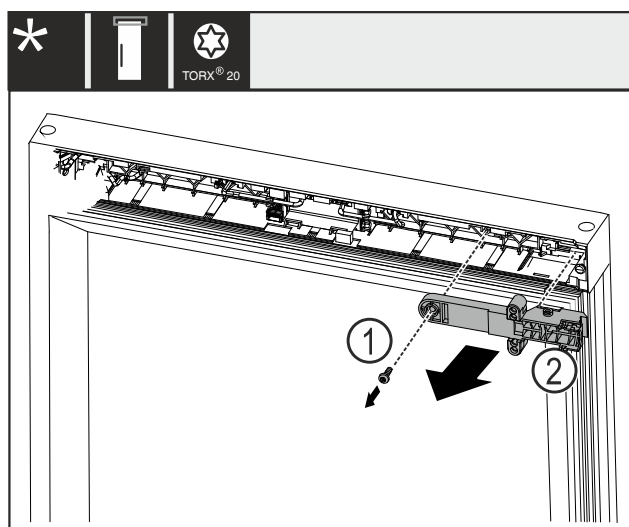

Fig. 25
- Odstraňte šroub Fig. 25 (1).
- Odstraňte přídržný díl zámku Fig. 25 (2).